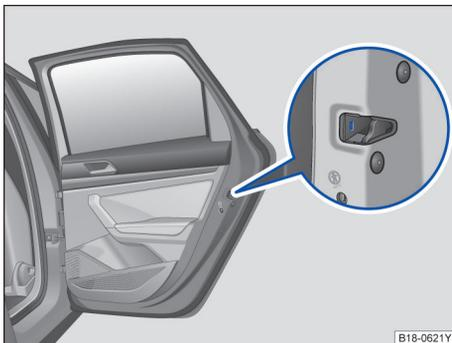

图 161 右侧后车门门锁内的应急上锁装置
- 应急上锁装置位于车门门锁内 \Rightarrow 图 161。